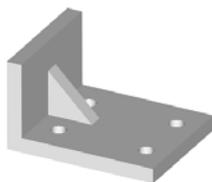

图 17.11.15 实体模型的着色处理
(1) 选择下拉菜单 **视图(V)** → **消隐(H)** 命令进行消隐处理。
(2) 选择下拉菜单 **视图(V)** → **视觉样式(S)** → **真实(R)** 命令进行着色处理。着色后，如果颜色很深，双击三维模型，在系统弹出的“特性”窗口中的“颜色”下拉列表中，将对象的颜色改为较浅的颜色，如图 17.11.15 所示。